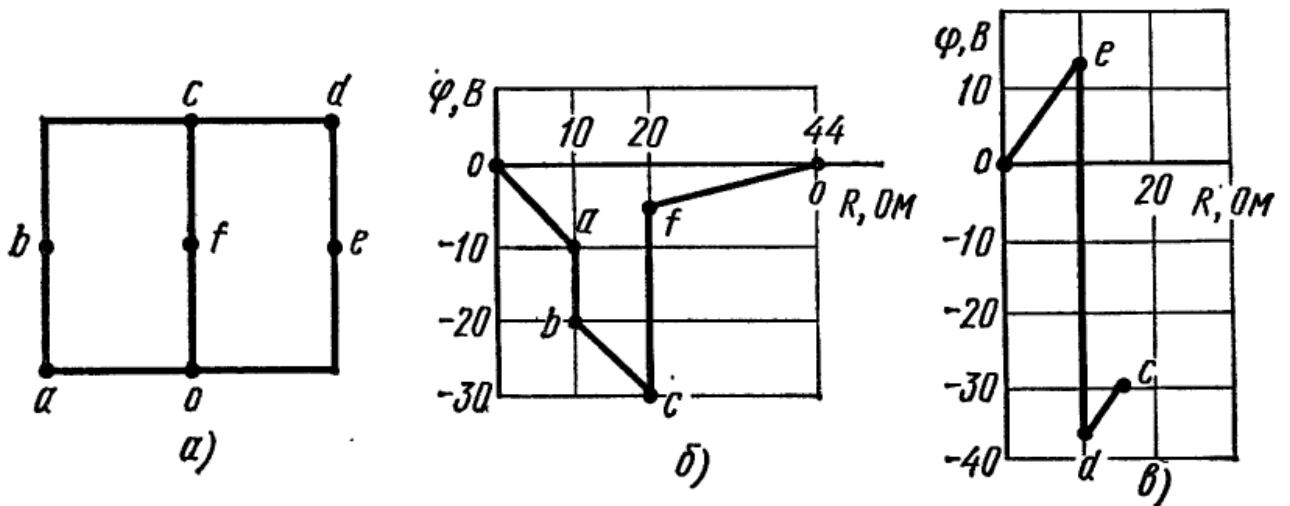

Рис.4.10
**ЗАДАЧА 4.11** На рис.4.10 а изображен остов некоторой схемы. Буквами обозначены точки соединения отдельных элементов схемы. На рис. 4.10, в показаны потенциальные диаграммы вдоль контура  $oabcfo$  и вдоль ветви  $oedc$  соответственно. Определить значение и направление токов в ветвях и характер элементов, включенных на различных участках схемы.